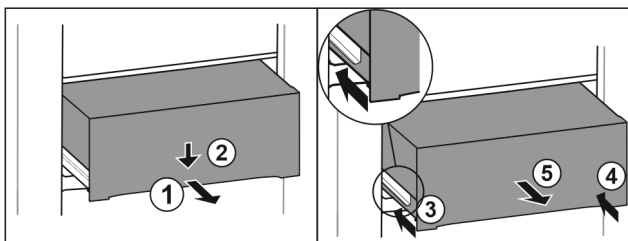

Fig. 144
- ▶ Zásuvku napůl vytáhněte. Fig. 144 (1)
- ▶ Stlačte zásuvku na přední straně dolů. Fig. 144 (2)
- ▶ Zasuňte levou kolejničku přibližně do 2 cm. Fig. 144 (3)
- ▶ Zasuňte pravou kolejničku přibližně do 2 cm. Fig. 144 (4)
- ▶ Vyjměte zásuvku dopředu. Fig. 144 (5)